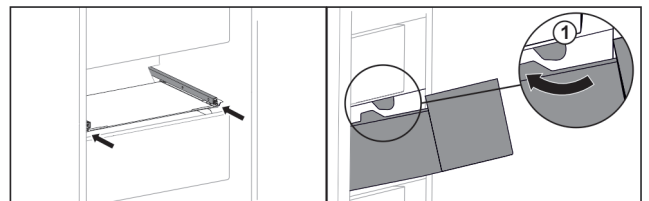

Fig. 38
- Far passare il cassetto intorno ai fermi Fig. 38 (1).